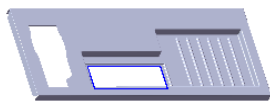
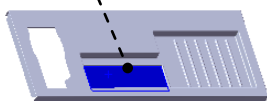
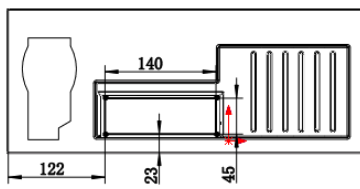

图 17.7.62 切除—拉伸 2
图 17.7.63 定义草图基准
图 17.7.64 横断面草图
Step8. 创建图 17.7.62 所示的切除—拉伸 2。选择下拉菜单 **插入(I)** → **切除(C)** → **拉伸(E)...** 命令；选取图 17.7.63 所示的表面作为草图平面，绘制图 17.7.64 所示的横断面草图；在 **方向1** 区域选中 ☒ **与厚度相等(L)** 复选框与 ☒ **正交切除(N)** 复选框，其他采用系统默认设置值，完成切除—拉伸 2 的创建。